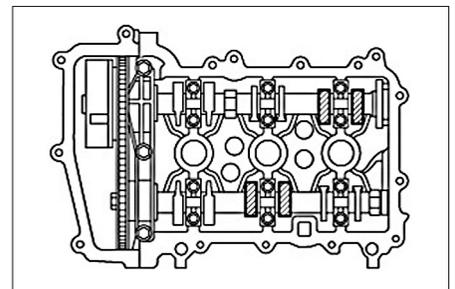

FIG. 43
• Tourner le vilebrequin de 360° (un tour complet), puis mesurer le jeu aux endroits indiqués (Fig.43).